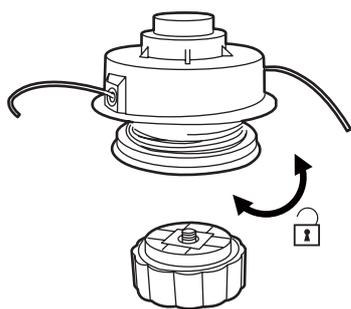

Fig. 16a
3. Démontez la tête de coupe (22) en dévissant le butoir dans le sens des aiguilles d'une montre (fig. 16a).